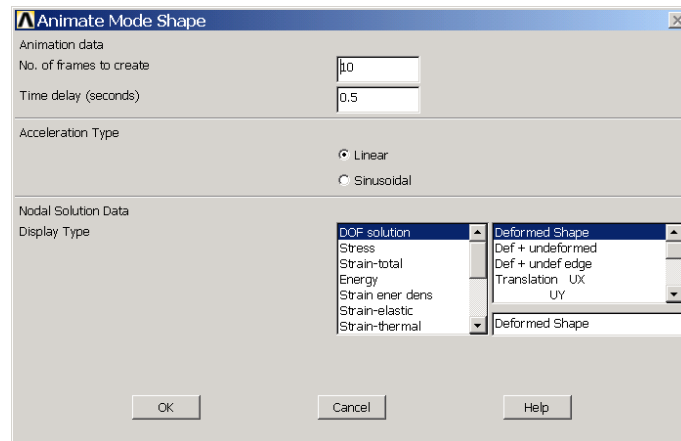

图10.25 动画显示模态结果对话框
(21) 单击 Main Menu>General Postproc>Read Results>First Set 菜单，读取第一模态的结果，然后单击【Utility Menu】|【PlotCtrls】|【Animate】|【Mode Shape】菜单，弹出如图 10.25 所示的对话框。保持默认设置，单击【OK】按钮可显示一阶模态的响应动画。